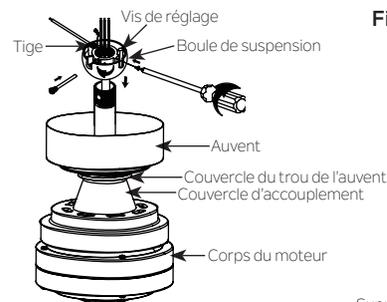

Fig. 9
Étape 5. Glissez le couvercle de l'accouplement, le couvercle du trou de la verrière et la verrière sur la tige descendante. Réinstallez soigneusement la boule de suspension sur la bielle de descente. Assurez-vous que l'axe transversal est dans la bonne position, que la vis de réglage est bien serrée et que les fils ne sont pas tordus. (Fig. 9)